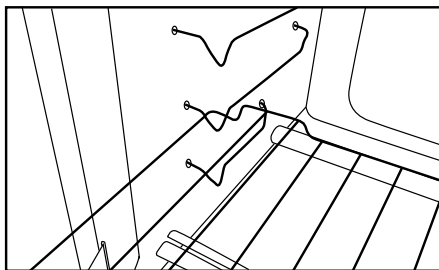

Fig. 3
3. Una volta superato il PUNTO A, abbassare il ripiano alla posizione orizzontale. Il ripiano può scorrere in posizione (Fig. 3 e 4).